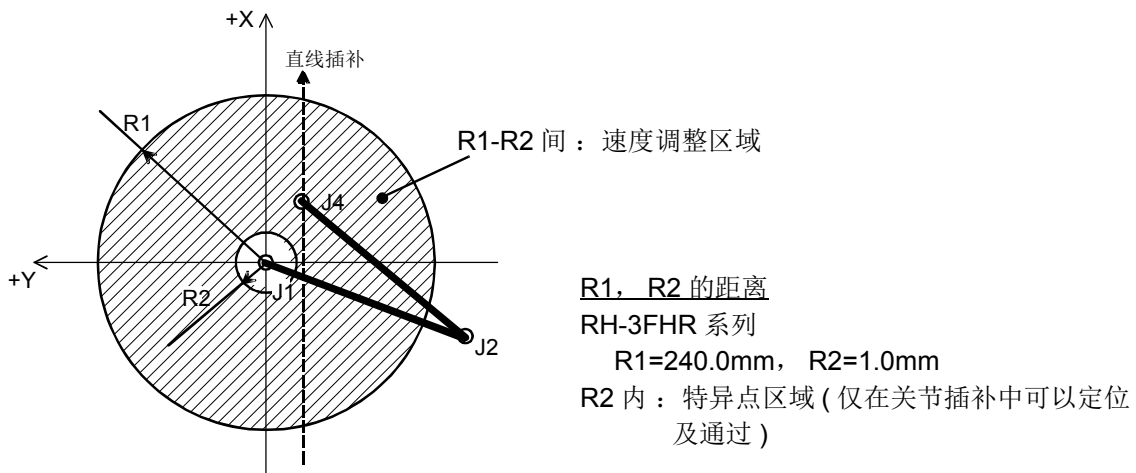

图 4-33: 速度调整区域与特异点区域
此外，即使速度调整功能变为有效，J4 轴不通过 [图 4-33 速度调整区域与特异点区域] 所示区域的直线插补的情况下，也不起作用。
- (5) 执行 End 指令、程序复位操作后，速度调整功能的状态即返回电源接通后的初始状态。
- (6) 速度调整功能有效时，如欲执行 J4 轴通过图 4-33 所示的特异点区域之类的直线插补，则会发生 2804 错误并中断运行。
- (7) 在非对象机型中，即使在程序中记述了本指令，也将被忽略。
- (8) 在 origin 附近将 Cnt 指令设为有效以进行轨迹连接或执行大的姿势变化之类的直线插补动作时，即使速度调整功能为有效，也可能会发生超速错误。该情况下，应使进行轨迹连接的位置远离原点，或通过 OvrD 指令等调整速度。
- (9) 水平方向仅略微动作而垂直方向会发生大动作之类的直线插补的情况下，速度调整功能一变为有效，与无效时相比动作速度有可能会大幅降低。该情况下，应将速度调整功能设为无效，或通过关节插补 (Mov 指令) 进行动作。